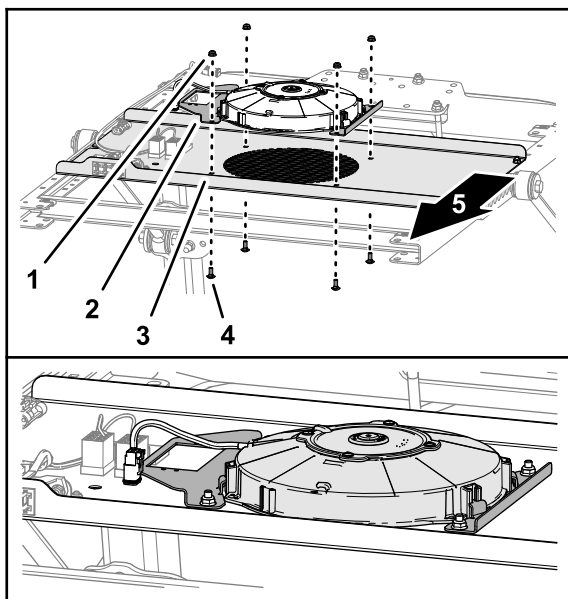

Рисунок 4
4. Совместите отверстия в монтажных кронштейнах вентилятора с отверстием в панели переключателя, как показано на Рисунок 4.
- Установите вентилятор охлаждения и кронштейны на панель переключателя (Рисунок 4) с помощью 4 каретных болтов (¼ x ⅝ дюйма) и 4 фланцевых контргаек (¼ дюйма).